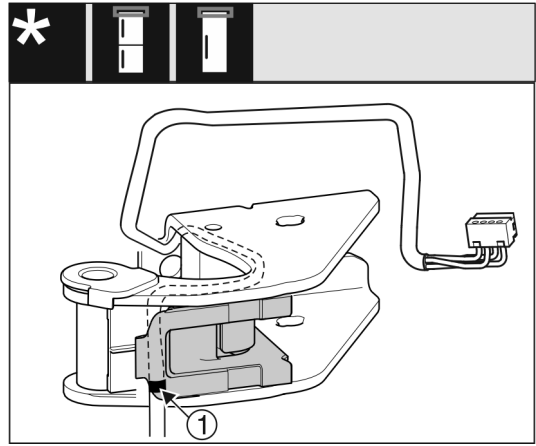

Fig. 30
- ▶ 中间标识 Fig. 30 (1) 必须位于电缆支架的边缘。